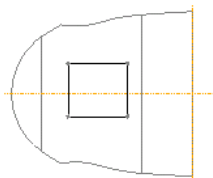

图 6.2.41 截面图形
Step7. 草绘拔模区域。在绘图区右击，选择 **定义内部草绘...** 命令；设置 FRONT 基准平面为草绘平面，RIGHT 基准平面为参照平面，方向为 **左**；接受系统给出的默认参照；创建图 6.2.41 所示的封闭草绘几何 (可以绘制多个封闭草绘几何)。